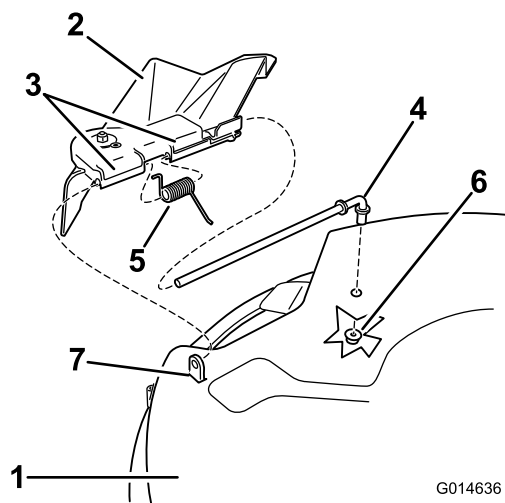

Figure 58
2. Retirez l'écrou (3/8 pouce) de la tige, sous le plateau de coupe (Figure 58).
3. Sortez la tige de la courte cheville de positionnement, du ressort et du déflecteur d'herbe (Figure 58). Déposez le déflecteur d'herbe s'il est endommagé ou usé.
4. Remettez en place le déflecteur d'herbe (Figure 58).
6. Placez le ressort sur la tige, les fils d'extrémité dirigés vers le bas, entre les supports du déflecteur d'herbe. Insérez la tige dans le deuxième support du déflecteur d'herbe (Figure 58).
7. Insérez la tige à l'avant du déflecteur dans la courte cheville de positionnement sur le plateau. Fixez l'extrémité arrière de la tige dans le plateau de coupe à l'aide d'un écrou (3/8 pouce) (Figure 58).
1. Repérez les éléments illustrés à la Figure 58.